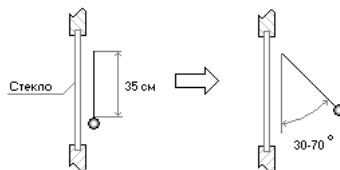

Рис.5 Тестирование извещателя
- испытательный стальной шар диаметром 21...22 мм, массой 32...48 г, подвешенный на нити длиной 35 см, разместить непосредственно у стекла, не касаясь его (рис.5);